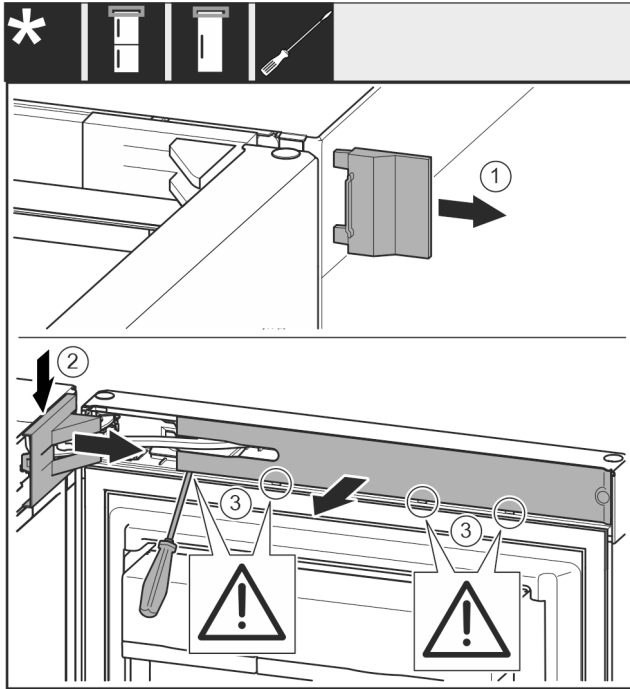

Fig. 7
- ▶ Fjern det ytre dekselet. Fig. 7 (1)
- ▶ Frigjør og løsne lagerbukkdekselet. Ta av lagerbukkdekselet. Fig. 7 (2)
- ▶ Klikk ut panelet og sving det til side med en skrutrekker. Fig. 7 (3)